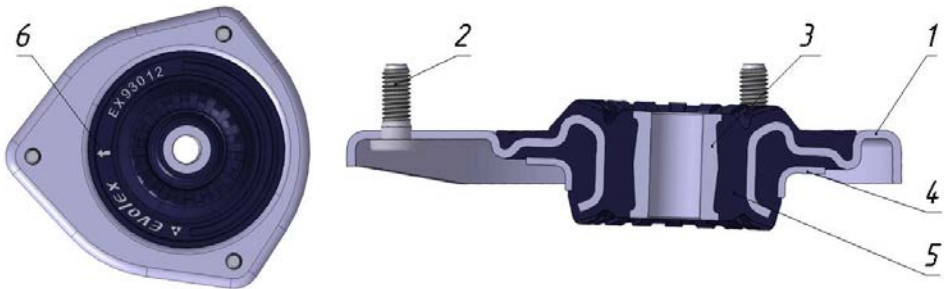
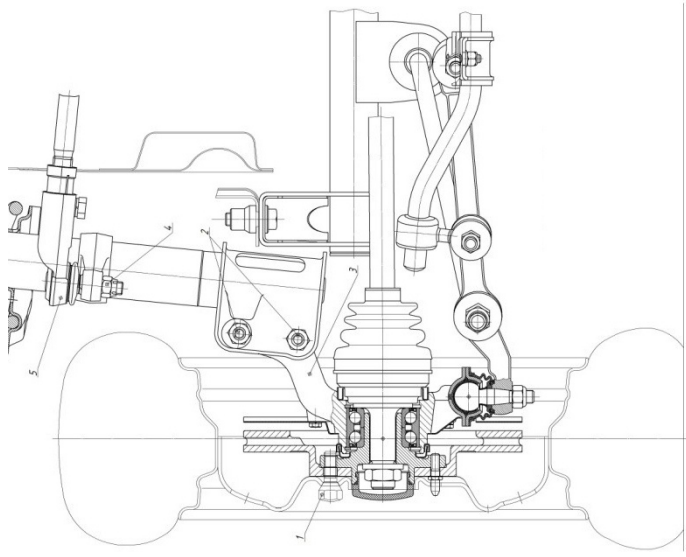

Рис. 1. Устройство опоры.
Рис. 2. Установка верхней опоры стойки телескопической.
Верхние опоры предназначены для применения в автомобилях изготовления ПАО «АВТОВАЗ» семейств KALINA 2, GRANTA, DATSUN ON-DO, DATSUN MI-DO, в комплектациях с усилителем рулевого управления, при установке их в составе штатных модулей (см. рис. 2) в соответствии со спецификацией производителя автомобиля и настоящей инструкцией по установке.
2. Открутить болты крепления колеса (1) и снять колесо (см. рис.2).
3. Извлечь шланг привода тормозной системы из кронштейна на корпусе стойки телескопической. Отвернуть гайки (2) крепления стойки телескопической к поворотному кулаку (3) и извлечь болты.
4. Расшплинтовать и отвернуть гайку (4) шарового пальца наружного наконечника рулевой тяги (5).
6. Отвернуть гайки верхнего крепления стойки телескопической к кузову (6) и снять стойку телескопическую передней подвески с пружиной и верхней опорой в сборе.
8. Отвернуть гайку крепления верхней опоры (7), удерживая шток от проворота ключом 67.7812-9563, снять верхнюю ограничительную шайбу (8), верхнюю опору стойки телескопической (9) и нижнюю ограничительную шайбу (8).
9. Снять подшипник верхней опоры (10), верхнюю чашку пружины (11), пружину (13) и буфер сжатия с кожухом в сборе (14). Осмотреть все детали на отсутствие повреждений. Детали, подлежащие замене - заменить новыми.
10. Установить на шток стойки буфер сжатия с кожухом в сборе (14), пружину (13) и ее верхнюю чашку (11), совместив крайние витки пружины с соответствующими поверхностями чашек. Установить на хвостовик штока опору верхнюю ЕХ93012 (15) вместе с подшипником (19), навернуть и затянуть гайку штока (21) моментом $65,86 \pm 81,2$ Нм.
11. Допускается установка усилителя кузова (проставку) под опору (12), при этом необходимо учитывать, что передняя часть автомобиля будет выше на толщину усилителя.
12. Завести стойку телескопическую в стойку брызговика кузова сориентировав опору указателем (6 см. рис. 1) вперед, затянуть гайки (6) верхнего крепления стойки моментом $19,6 \pm 24,2$ Нм.
13. Присоединить шаровой палец наконечника рулевой тяги (5) к поворотному рычагу рулевой трапеции. Затянуть гайку (4) моментом $67 \div 82$ Нм, после чего зашплинтовать соединение.
14. Присоединить болтами поворотный кулак (3) к кронштейну стойки телескопической. Затянуть гайки (2) болтов моментом $79 \div 96$ Нм.
16. Установить колеса. Затянуть болты крепления колес (1) моментом $76 \div 92$ Нм.